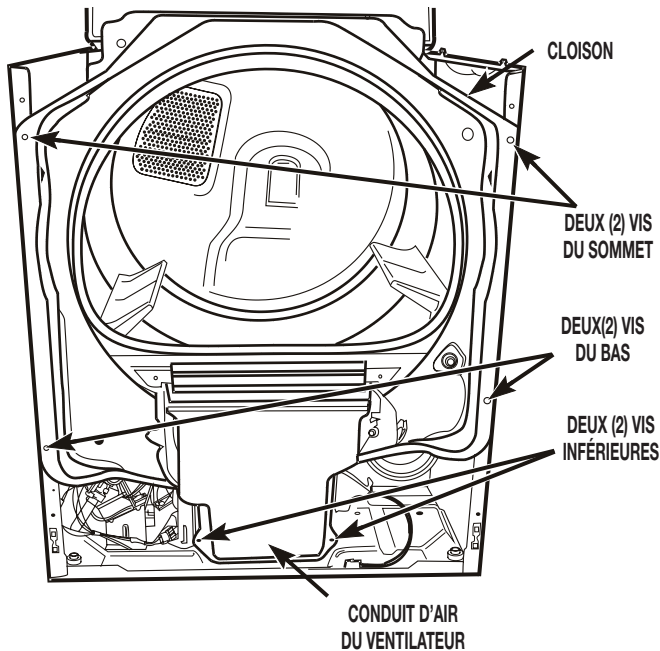

FIGURE 5
- Sur la cloison avant, desserrer les deux (2) vis à tête hexagonale du sommet puis enlever les deux (2) vis à tête hexagonale du bas. Ôter les deux (2) vis inférieures du conduit d'air du ventilateur. Enlever délicatement la cloison et le conduit d'air du ventilateur (à l'avant de la sécheuse). Consulter la Figure 5.